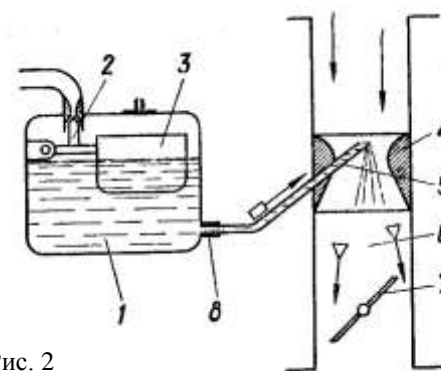

Рис. 2
4. Яка деталь найпростішого карбюратора позначена на рис. 2 цифрою 8?